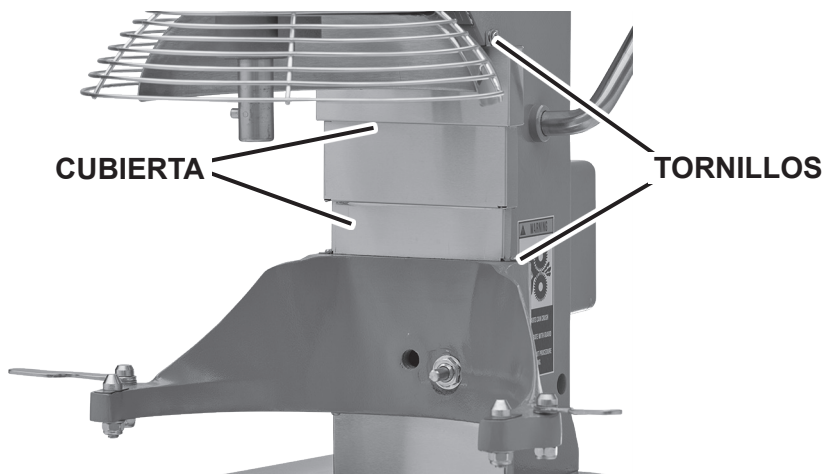

Fig. 12
- Enlevez le tablier (fig. 12) fixé par des vis.